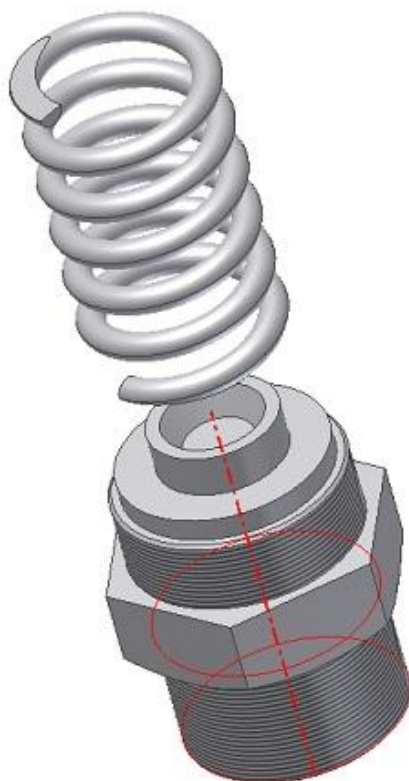

Рисунок 7.5 – Установление зависимости
- Нажмите на кнопку  **Повернуть компонент** на панели инструментов, а затем укажите на пружину. Установите модель в положение, показанное на рисунке (рис. 7.5).